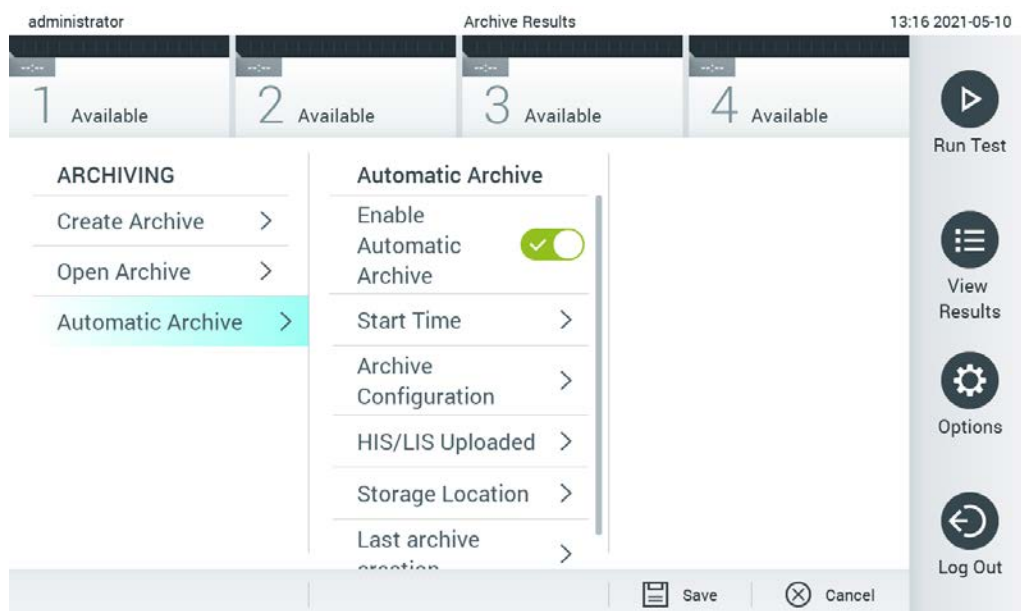

Рис. 57. Опции Automatic archive (Автоматический архив).
2. Нажмите **Automatic Archive** (Автоматический архив) и включите эту функцию (рис. 57, следующая страница).